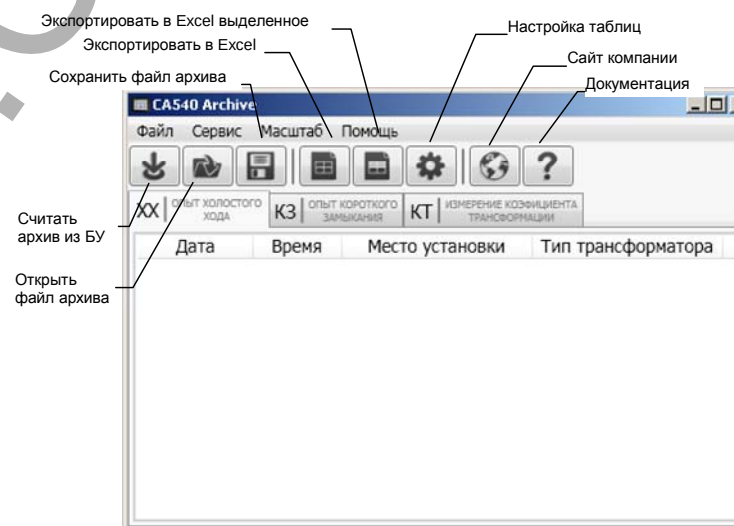

Рисунок 6.73
2) Включить компьютер и запустить программу "CA540 Archive", сделав двойной щелчок на ярлыке , который размещен на Рабочем столе ПК. На экране ПК появится окно программы (рисунок 6.73).